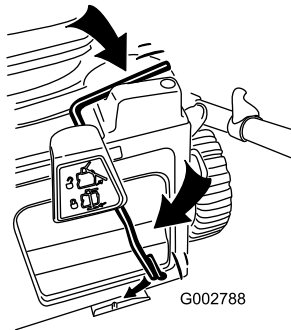

Figura 8
- Mueva la palanca hasta que se introduzca en la ranura del interruptor y se enganche en el clip de retención de la palanca (Figura 8).